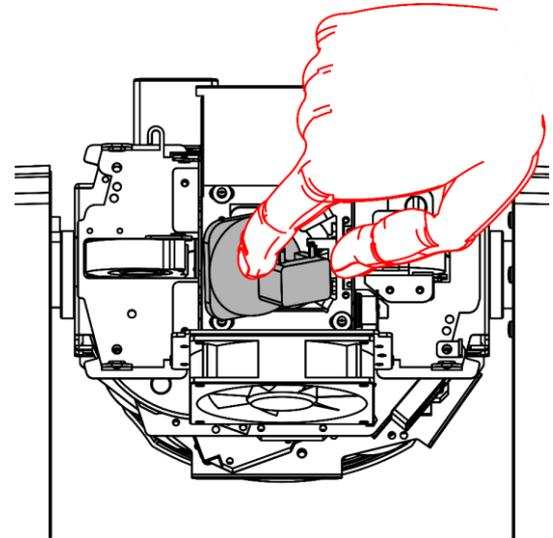

Abb. 22
- 06) Nehmen Sie die Lampe vorsichtig aus dem Gerät (Abb. 22).